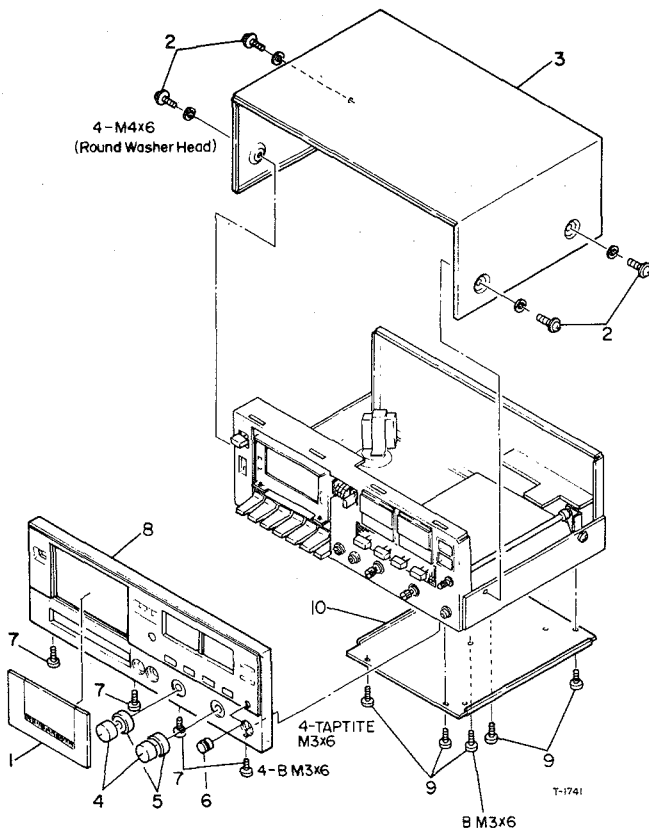

Fig. 4-1 External Parts
1. Fig. 4-1, 2 and 3.
1. Fig. 4-1, 1 thru-8.
1. Fig. 4-1, 1 -thru- 8 .
1. Fig. 4-1, 1-thru-3.